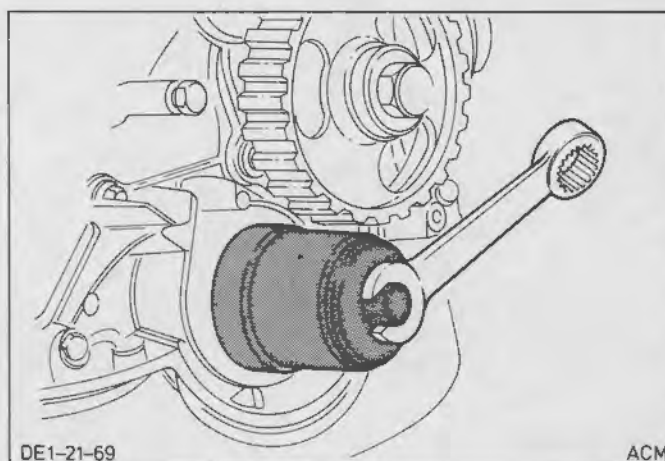

Fig.132. Træk pakdåsen ind på plads
12. Smør den nye pakdåses flig og krumtapakslens ende med olie. Træk pakdåsen ind på plads med specialværktøj 21-009-B, Fig.132.